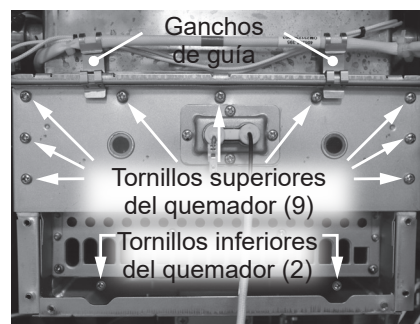

Figura 127 - Tornillos del quemador y ganchos de guía
- 16 Ubique el fusible de corte por sobrecalentamiento (OHCF) sobre el conjunto de quemador. Retire los dos ganchos de guía del conjunto de quemador que tienden el OHCF alrededor del intercambiador de calor principal. Consulte la Figura 127.
- 17 Ubique los dos tornillos inferiores que fijan el conjunto de quemador al calentador de agua, como se muestra en la Figura 127. Use un destornillador Phillips imantado de 12" para retirar los tornillos. Deje los tornillos a un lado en un lugar seguro para volver a instalarlos.
- 18 Ubique los nueve tornillos superiores que fijan el conjunto de quemador al calentador de agua, como se muestra en la Figura 127. Use un destornillador Phillips imantado de 12" para retirar los tornillos. Deje los tornillos a un lado en un lugar seguro para volver a instalarlos.